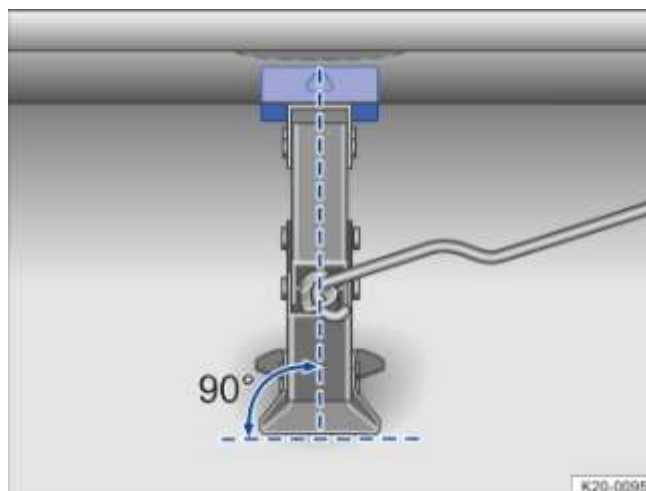
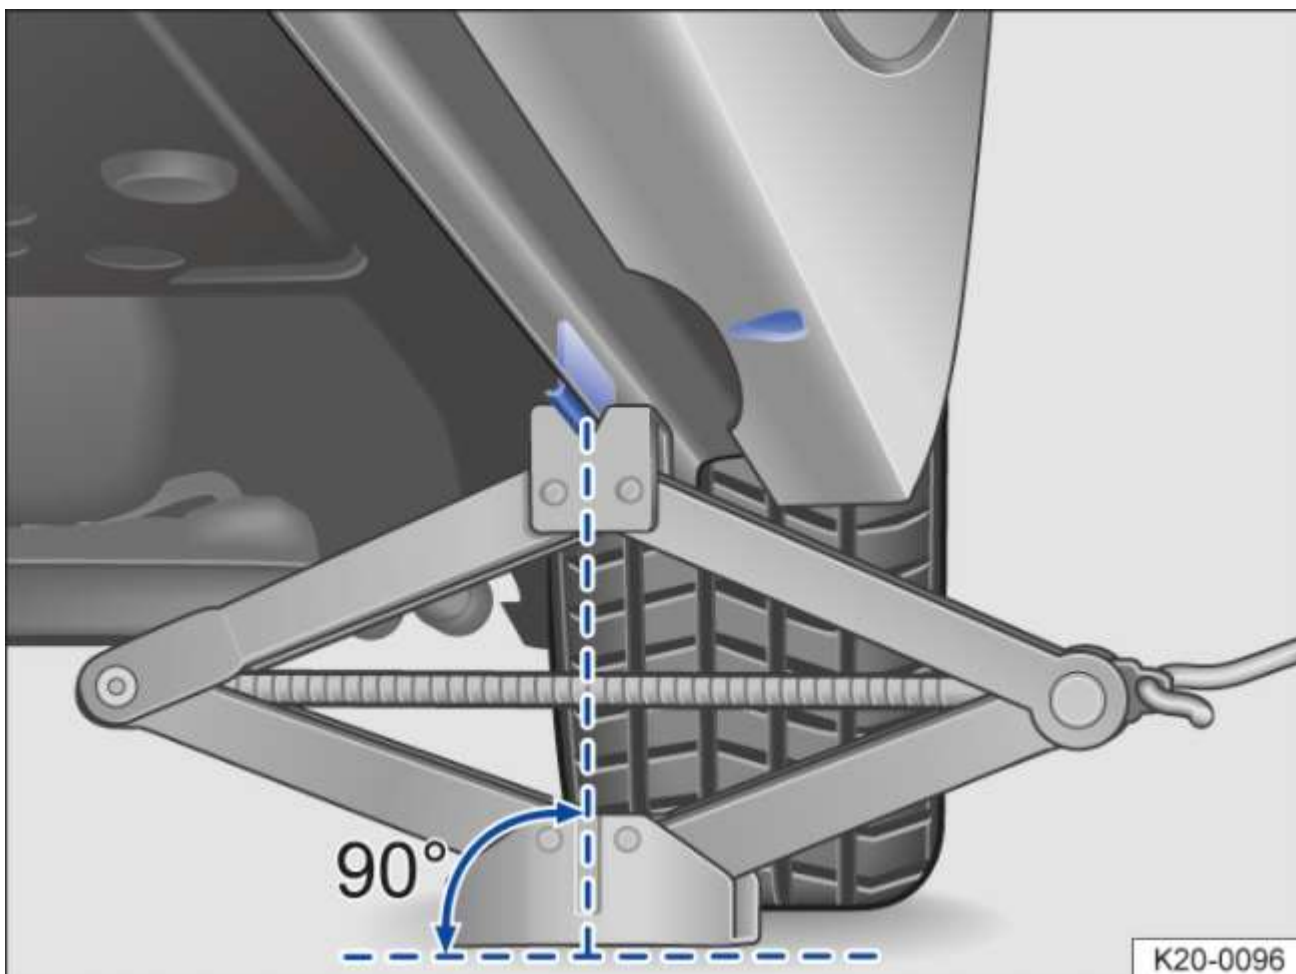

Fig. 210 Positionnement du cric à l'arrière gauche du véhicule
Fig. 211 Positionnement du cric à l'arrière gauche du véhicule
9. Assurez-vous que toute la surface du pied du cric est bien en contact avec le sol et que le pied du cric se trouve exactement sous le point de prise ➔ *Fig. 210* et ➔ *Fig. 211*.
10. Orientez le cric tout en continuant à déployer sa griffe jusqu'à ce que celle-ci saisisse le talon situé sous le véhicule ➔ *Fig. 211*.
- Positionnez le cric uniquement aux endroits préconisés. La griffe du cric doit bien entourer le point de prise du cric sous le véhicule → *Fig. 211*.